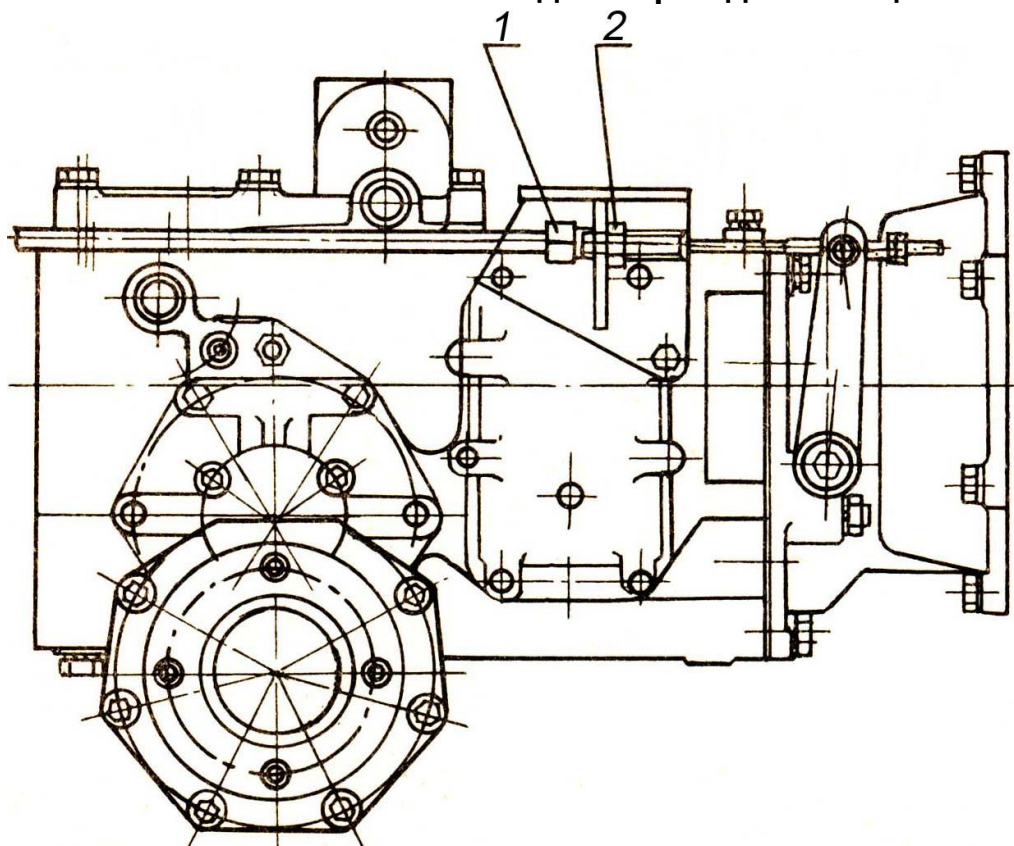

Рисунок 3 – Регулировка управления муфтой сцепления мини-трактора
- отпустить контргайку 2 регулировочного винта 1 мини-трактора (рисунок 3);